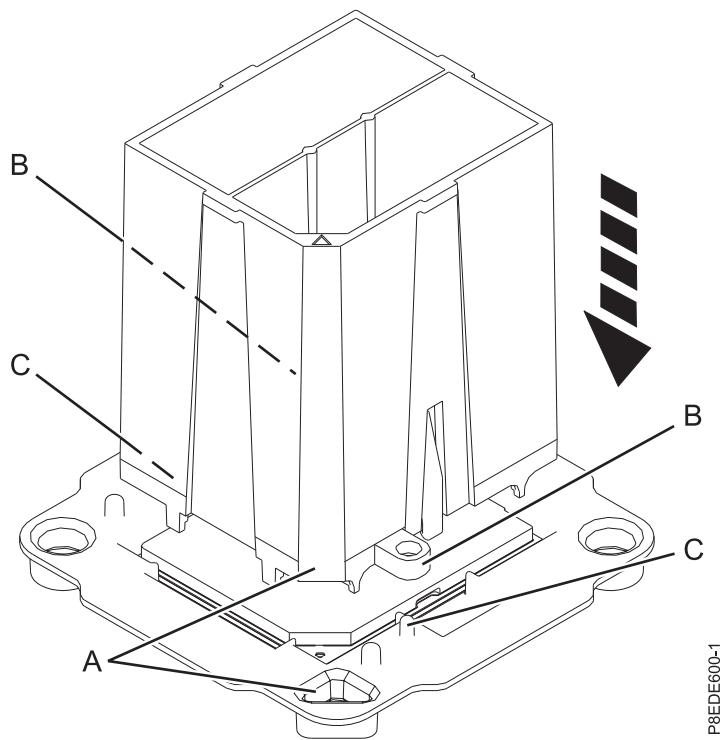

図 12. 取り外しツールをシステム・プロセッサー・モジュールの上に下ろす
3. 提供されている取り外しツールを下げる、配送用トレイ内のシステム・プロセッサー・モジュールの上に乗せます。ツールの斜めになっている角 (A) を、配送用トレイの三角形の穴と位置合わせします。ツールの穴 (B) を、トレイのピン (C) と位置合わせします。 14 ページの図 12 を参照してください。